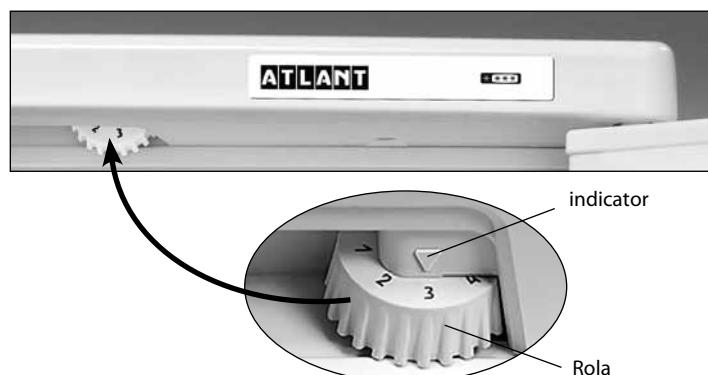

Figura 3 – Controlul temperaturii
1.5 Organ de regulare a temperaturii in conformitate cu figura 3 este rolul de regulare a temperaturii (in continuare – rol). Rolul se roteste in sensul acelor de ceasornic si invers acelor de ceasornic si are diviziuni cu cifre notate si se instaleaza la diviziunea selectata. Diviziunea cu marcarea la "1" corespunde temperaturii cea mai ridicata (răcirea cea mai mică) in camera, la diviziunea "7" – cea mai joasa (cea mai mare racire). Diviziunea rolului trebuie instalata sub indicator la regularea temperaturii.
Deschideți ușa SF și setați rolul la diviziunea "2." Închideți ușa SF. Pe viitor, pentru a selecta temperatura optima pentru depozitarea alimentelor in sectiune trebuie regulaq temperatura cu ajutorul rolului, aşa cum se arată in figura 3. În cazul în care, după regulare sau in urma schimbări conditiilor de exploatare, compresorul a inceput să lucreze continuu, este necesar de a rota lent rolul in directia de micsorare pana la un clic a regulatorului de temperatura. După regulare, temperatura in frigider se menține in mod automat.